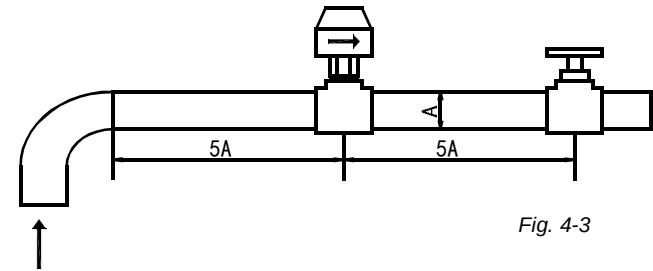

Fig. 4-3
c. La tubería de entrada del equipo debe contar con un interruptor de flujo como protección de parada ante falta de caudal en la unidad. Ambos extremos del interruptor de flujo deben estar provistos de secciones de tubería rectas horizontales con un diámetro 5 veces mayor al de la tubería de entrada. El interruptor de flujo se debe instalar estrictamente según la "Guía de instalación y ajuste del interruptor de flujo" (Fig. 4.3~4.4). Los cables del interruptor de flujo se deben tender a la caja eléctrica mediante un cable apantallado (consulte "Esquema eléctrico" para más detalles). La presión de trabajo del interruptor de flujo es 1.0MPa, y su interferencia es de 1 pulgada de diámetro. Después de instalar las tuberías, el interruptor de flujo se ajustará correctamente teniendo en cuenta el caudal de agua de la unidad.
• Diagrama del interruptor de flujo (véase la Fig. 4-3 Tabla 4-2)